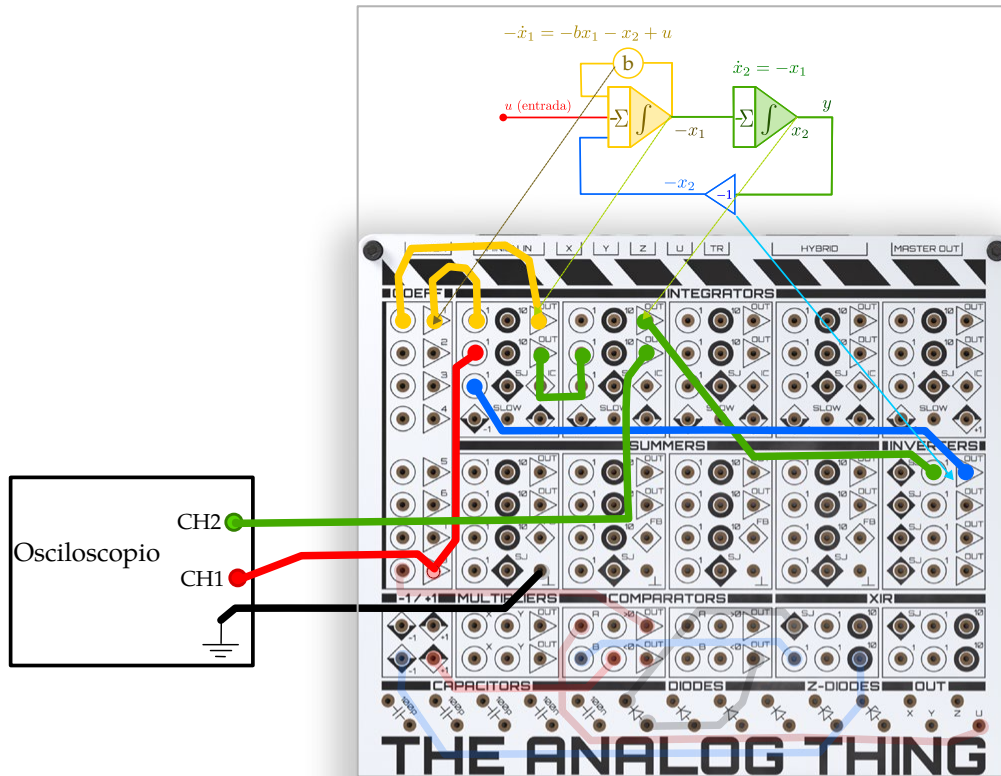

Figura 8: Implementación analógica del sistema de segundo orden.
- a) Identifique cada uno de los componentes del diagrama de la figura 8. Se puede guiar por la salidas de los integradores. Las líneas del diagrama de computación analógica están con los mismos colores sugeridos para las conexiones entre elementos del THAT. Note que a la izquierda está la multiplicación por el coeficiente b y a la derecha el inversor azul.
- b) Implementar cuidadosamente el diagrama de computador analógico de la figura 8. Note que no es necesario (ni deseable) conectar la tierra del canal 2.
- Conecte el canal 1 y el canal 2 a la entrada U y la salida Y del sistema como en la figura 8.
- h) Use el criterio de Routh - Hurwitz para obtener matematicamente el rango de estabilidad del sistema realimentado de la ecuación (7) (puede usar gemini u otra). Compare con lo obtenido experimentalmente.